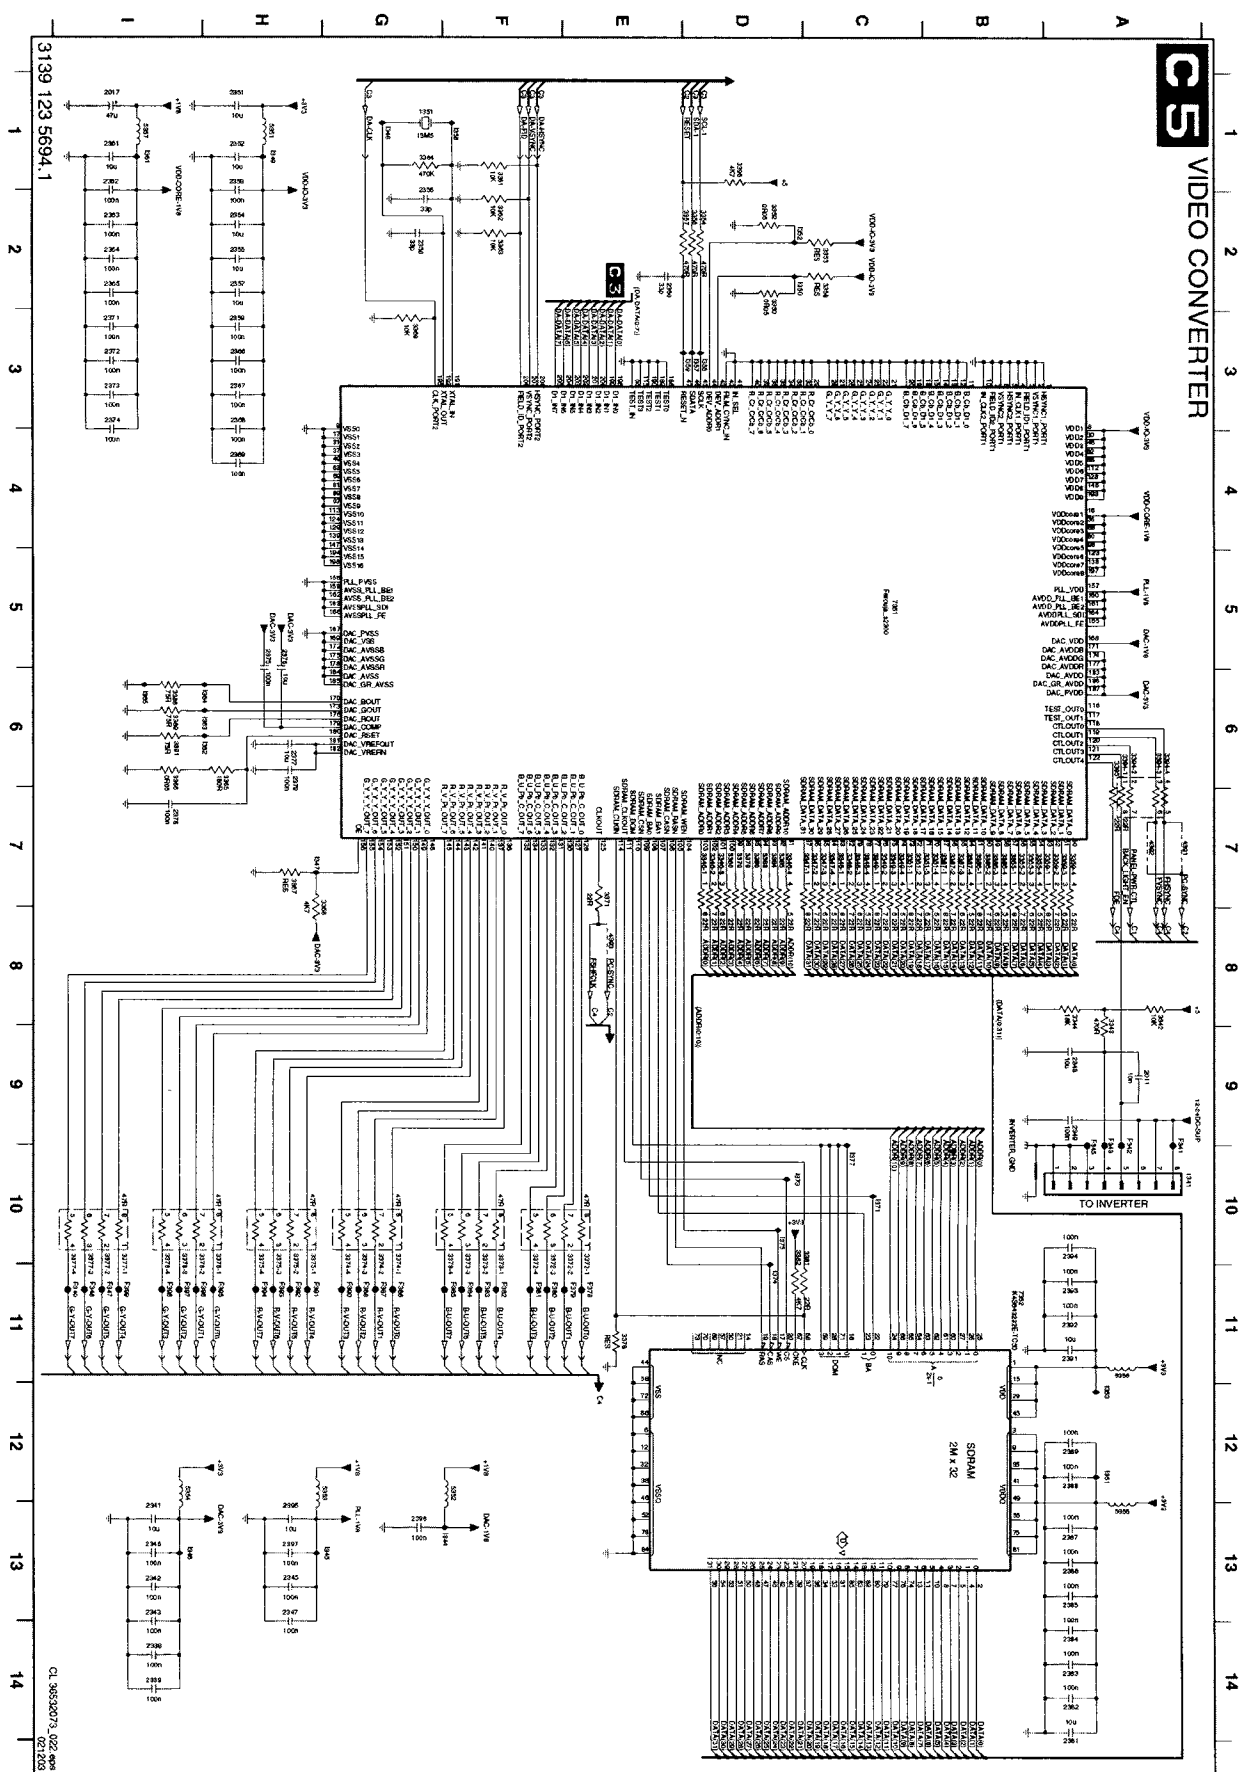

рис.5
Принципиальная схема узла конвертора форматов C5 (VIDEO CONVERTER) показана на рис.5. Кроме того, в этом узле осуществляются оперативные регулировки контрастности, насыщенности и четкости (sharpness) изображения. Узел C5 собран на двух БИС. Одна из них – это специализированная БИС конвертора цифровых форматов 7351 типа FLI2300, а другая БИС – это микросхема 32-разрядного статического ОЗУ (2Mx32) 7352 типа K4S643232E-TC50. БИС 7351 FLI2300 изготовлена в 208-выводном корпусе PQFP. Эта БИС работает по запатентованному алгоритму фирмы Farouja (отсюда соответствующая надпись на принципиальной схеме прямо на обозначении БИС 7351, рис.5). БИС статического ОЗУ 7352 K4S643232E-TC50 изготовлена по КМОП-технологии в 86-выводном корпусе TSOP(II) с шагом выводов 0,5 мм.